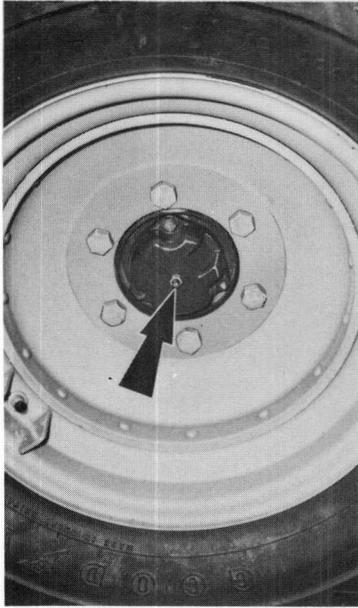

Fig. 1
- Fig. 1 – Moyeux de roues avant.